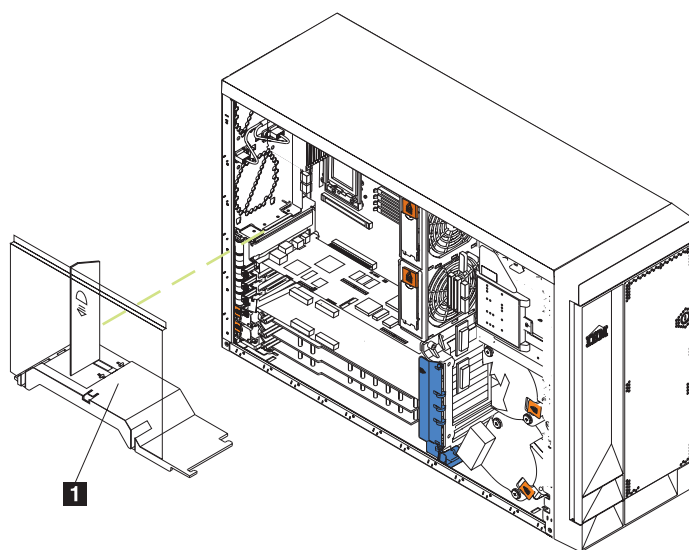
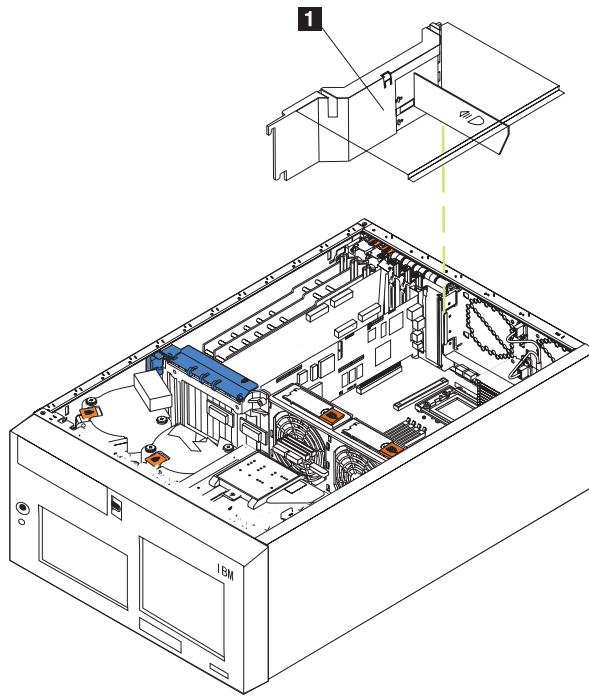

図 38. エア・バッフル・アセンブリーの取り外し (モデル 25T)
図 39. エア・パッフル・アセンブリーの取り外し (ラック・マウント変換機構付きモデル 25T)
3. 図 38 または 116 ページの図 39 を参照して、エア・バッフル・アセンブリーをガイドからスライドさせて引き出し、エンジンから取り外します。